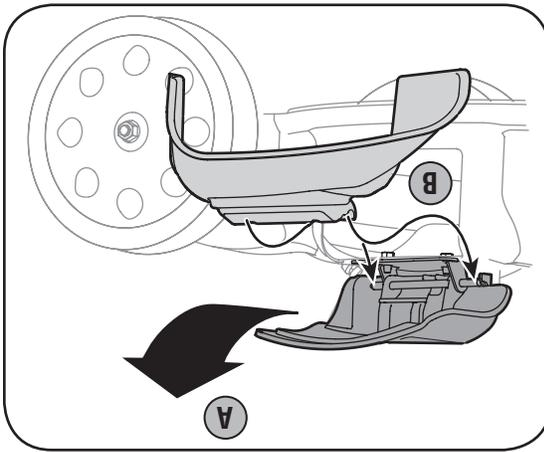

Figure 3-6
- a. Relevez le bouchon de déchetage à charnière qui se trouve sur le côté du plateau de coupe. Voir la Figure 3-6.